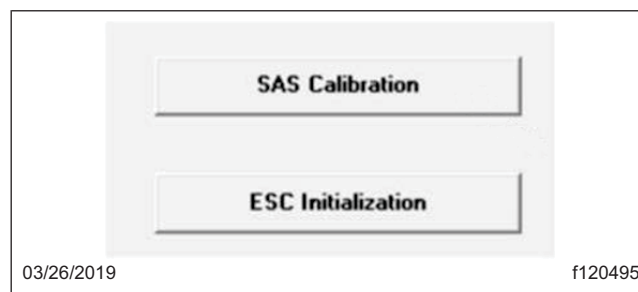

Fig. 5, Sélection du calibrage du capteur SAS ou de l'initialisation du contrôleur ESC
- Dans la boîte de message qui apparaît, sélectionnez « SAS Calibration » (Calibrage SAS). Reportez-vous à la figure . 5
3. Sélectionnez « ESC Initialization » (Initialisation du contrôleur ESC) Reportez-vous à la figure . 5